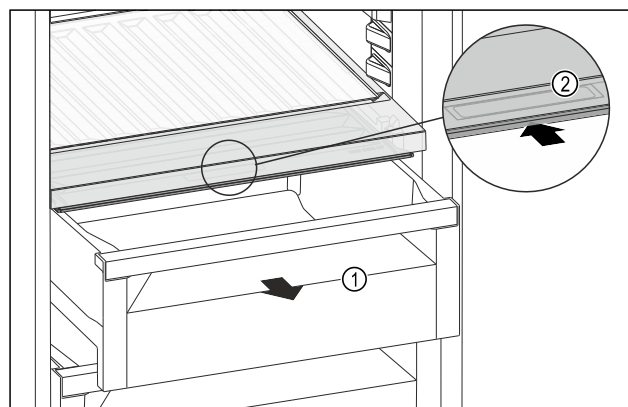

Fig. 171
- ▶ Estrarre il cassetto Fig. 171 (1).
- ▶ Afferrare la maniglia incassata Fig. 171 (2) sul coperchio dello scomparto e spingere allo stesso tempo all'indietro il coperchio dello scomparto.